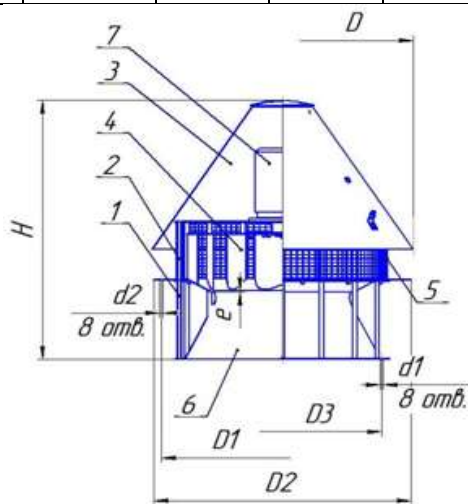

Рисунок 1 – Габаритные и присоединительные размеры
- 4.1. Вентилятор крышный радиальный состоит из следующих основных узлов (см. рисунок 1): секция нижняя 1, секция верхняя 2, колпак 3, колесо рабочее 4, ограждение 5, входной патрубков (диффузор) 6, двигатель 7.